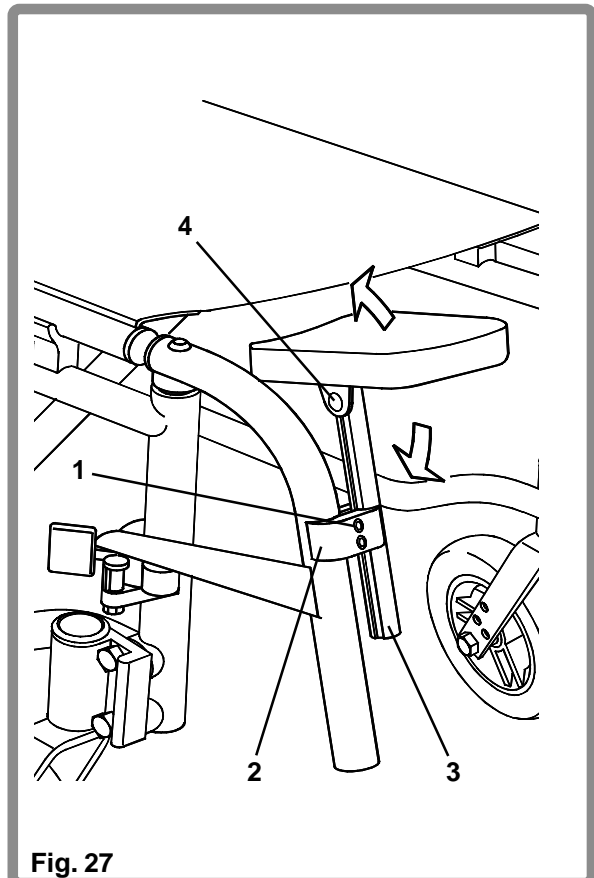

Fig. 27
Om de positie en de hoogte van de amputatiesteun in te stellen (Fig. 27), maakt u de bouten (1) los met behulp van een 5mm inbussleutel. Schuif het montageblok (2) in de gewenste positie en de lange buis (3) op de gewenste hoogte. Draai de schroeven aan tot een draaipunt van 7-12Nm.